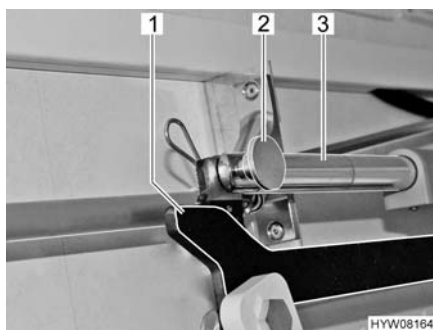

Fig. 73 Azionamento
- Rimuovere il collegamento (copiglia e bullone) (Fig. 73,2) tra la biella (Fig. 73,3) e la leva (Fig. 73,1).
- Afferrare dal basso tra parete laterale e la tiranteria del letto basculante e rimuovere il collegamento (copiglia e bullone) (Fig. 73,2) tra la biella (Fig. 73,3) e la leva (Fig. 73,1).